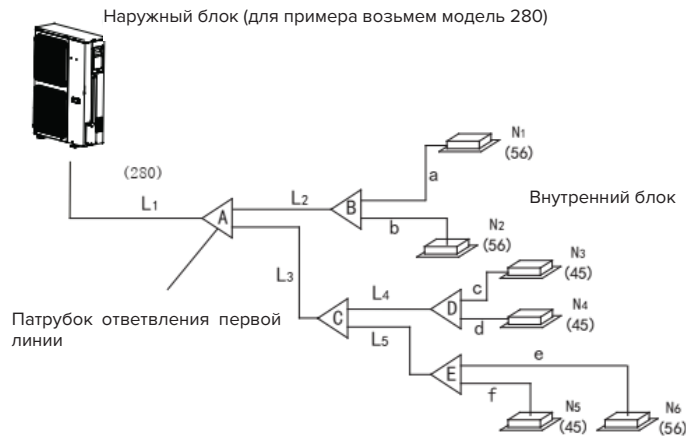

Рис. 4-5
- 2) Пример 1: На рис.4-5, Внутренние блоки ниже по потоку L2, общая мощность которых составляет 45*2=90, согласно таблице 4.4, диаметр газовой/жидкостной линии L2 составляет: Ø15,9/Ø9,5.